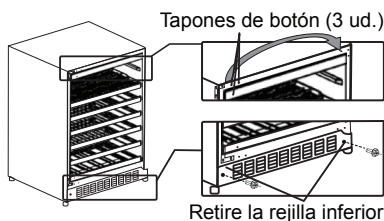

Figura 4
4. Quite los tres tapones de botón de la esquina izquierda superior del armario y páselos a los orificios del lado opuesto. Asegúrese de presionar firmemente los tapones en los orificios. Quite los tornillos de cada lado de la rejilla inferior y coloque plana la rejilla en el suelo delante de la unidad. (Consulte la Figura 4).